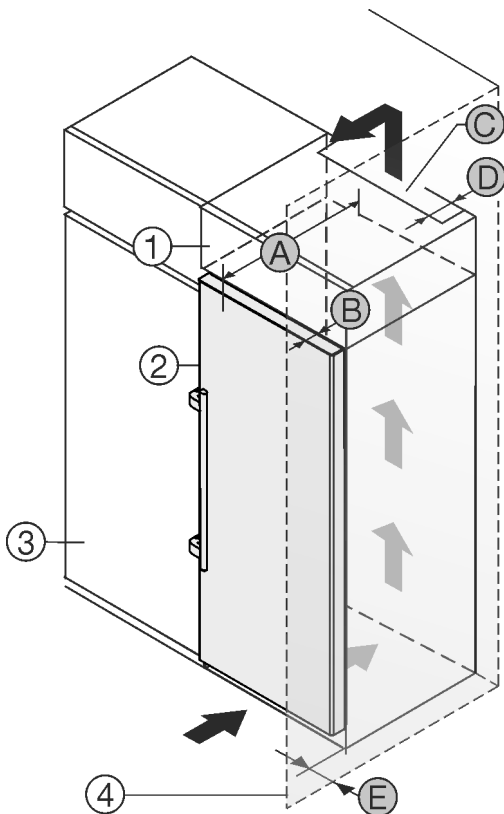

Fig. 2
- (1) Nastavná skříňka*
- (2) Přístroj*
- (3) Kuchyňská skříň*
- (4) Stěna*
- (A) Hloubka přístroje*
- (B) Hloubka dveřík*
- (C) Ventilační průřez*
- (D) Vzdálenost zadní strany přístroje*
- (E) Vzdálenost k zadní straně přístroje*
Můžete přístroj nainstalovat přímo vedle kuchyňské skříňky Fig. 2 (3)*.
Na zadní straně nastavné skříňky musí být větrací šachta hluboká Fig. 2 (D) přes celou šířku nastavné skříňky.*
Pod stropem místnosti musí být dodržen ventilační průřez Fig. 2 (C)*.
Když přístroj instalujete závěsy vedle stěny Fig. 2 (4), musí být vzdálenost mezi přístrojem a stěnou minimálně 57 mm. To odpovídá přesahu madla při otevřených dveřích.*
Aby bylo možné dveřka plně otevřít, musí přístroj přesahovat o hloubku dveřík Fig. 2 (B) vůči přední linii kuchyňské skříňky. V závislosti na hloubce kuchyňských skříňek Fig. 2 (3) a použití vymezovačů odstupů od stěny může přístroj vyčnívat dále.*